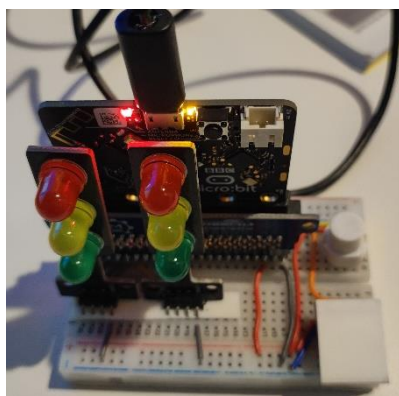

Figura 13
- il più veloce è costruire un prototipo con un'unica breadboard su cui assemblare tutti i componenti. Questo sistema non prevede la realizzazione dei disegni di tracciato stradale e la realizzazione della piattaforma su cui posizionare i vari componenti (**Figura 13**)
Terminata la programmazione si può passare alla fase di test, utilizzando il prototipo con un'unica breadboard (**Figura 13**) oppure realizzare i disegni del tracciato stradale e la costruzione della piattaforma (**Figure 14 - 15**) come indicato di seguito.